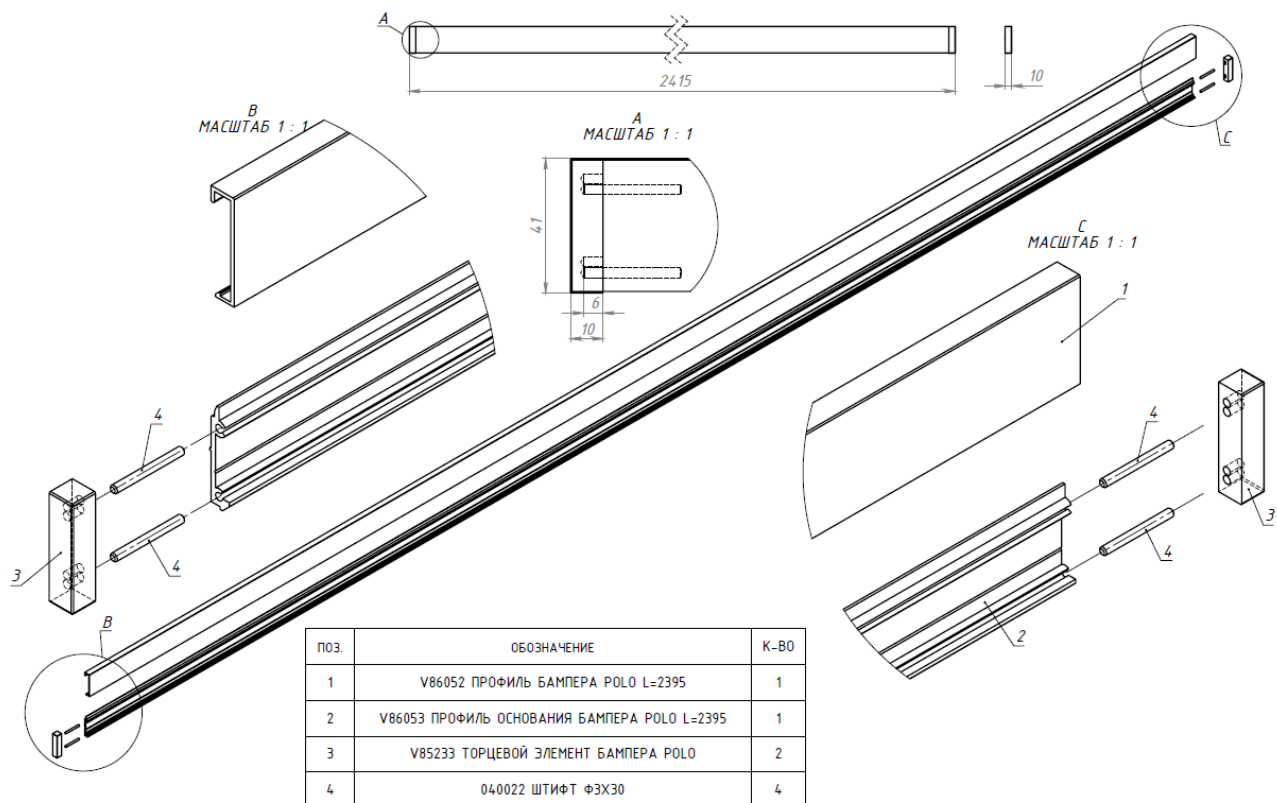

Рис.1
1. Забить при помощи молотка 4 штифта в профиль алюминиевый основания бампера, так чтобы штифты выставлялись на 6 мм (рис.1)
2. Установить торцевые элементы бампера на штифты при помощи резинового молотка, чтобы не повредить полимерное покрытие (рис.1).